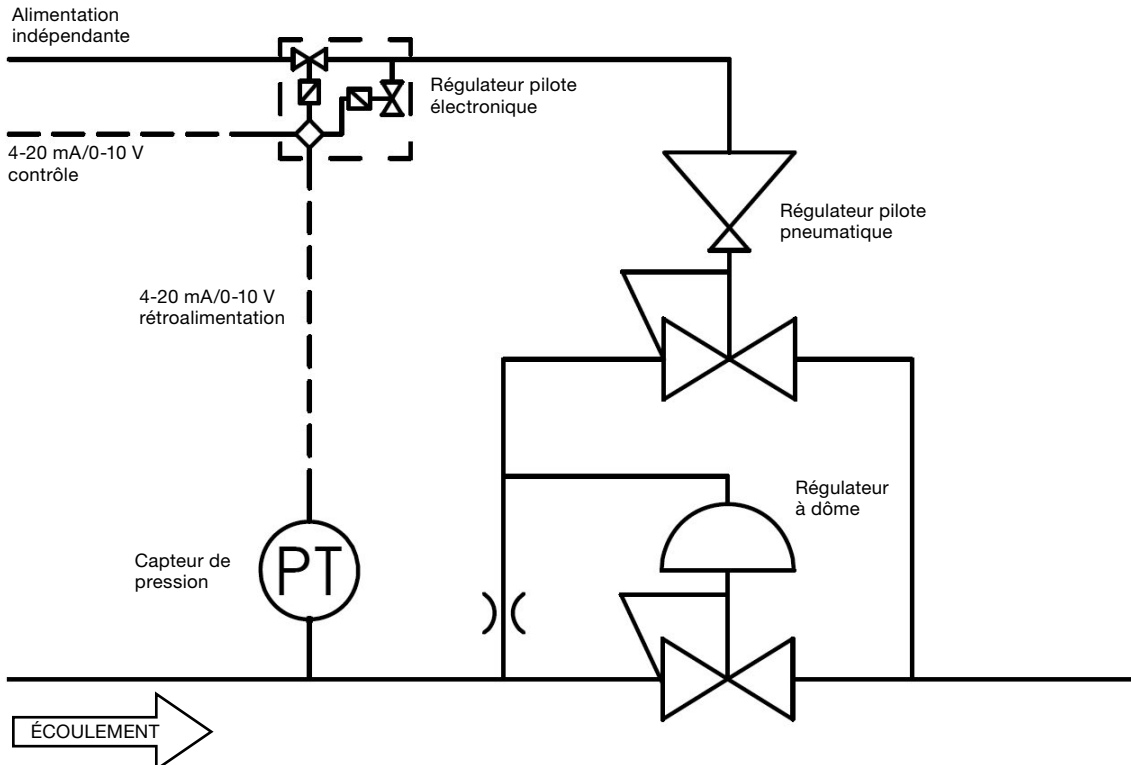

Figure 6
- **Contrôle par ratio.** Dans cette configuration, un régulateur pilote à ratio, alimenté par la pression du système, est utilisé pour contrôler la pression dans le dôme. Le régulateur pilote peut être contrôlé par un régulateur électronique associé à un capteur de pression (cf. Figure 6) ou par une alimentation externe du dôme. La pression de consigne du régulateur pilote est proportionnellement supérieure à sa pression de détection. Cela permet au régulateur principal d'atteindre pleinement la pression de consigne souhaitée tout en étant contrôlé au moyen d'une alimentation basse pression. Cette configuration ne convient pas aux applications qui mettent en œuvre des liquides.